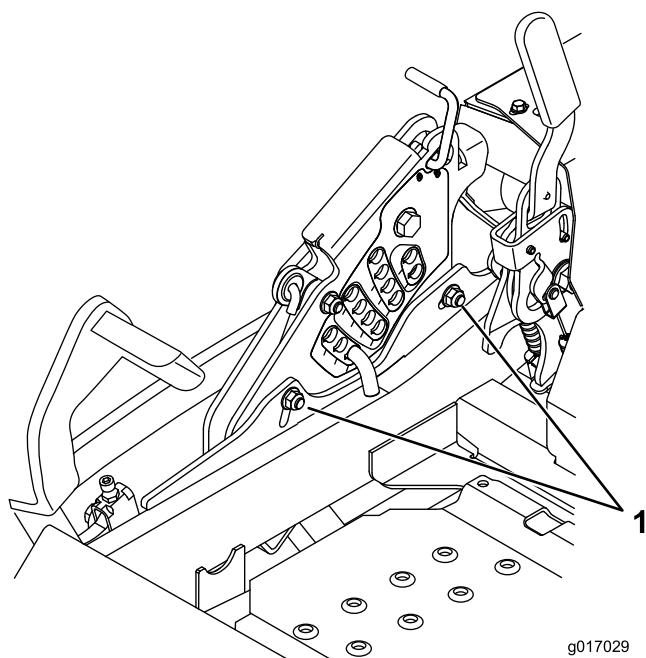

Figura 85
11. Per agire sull'impianto di regolazione da un punto unico, allentate i due bulloni alla base della piastra dell'altezza di taglio. Vedere Figura 85.
13. Serrate i due bulloni alla base della piastra dell'altezza di taglio (Figura 85). Serrate a 37-45 Nm.